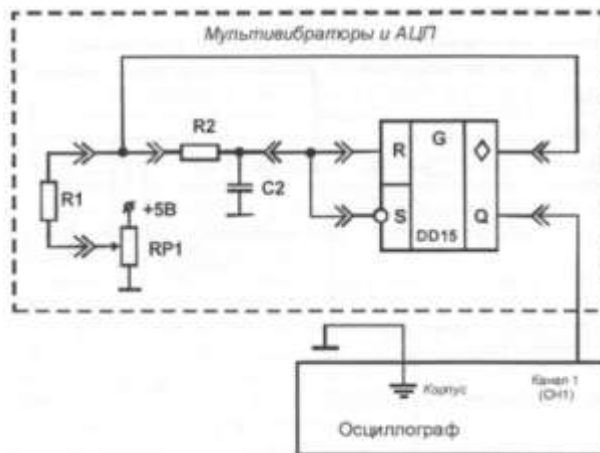

Рисунок 14 - Схема соединений для исследования одновибратора
**Задание:** экспериментально исследовать работу одновибратора. Для этого собрать схему (рис. 14), подключив вход установки  $S$  к генератору на частоту 200Гц. Объединить коллекторный выход и вход сброса  $R$ , затем подключить их к цепочке  $R2C2$ . С другой стороны подключить выход потенциометра  $RP1$ . Осциллограф перевести в режим синхронизации по первому каналу «СН1». Затем вход осциллографа СН1 (канал 1) подключить к входу генератора 200Гц, а вход осциллографа СН2 - к выходу  $Q$  таймера. Объединить корпус осциллографа и общую точку модуля. Включить тумблер «Сеть». Установить на потенциометре максимальное значение, повернув его до упора вправо. Зарисовать на кальке входной и выходной сигналы друг под другом. Подключить последовательно резистору  $R2$  резистор  $R1$ . Сделать вывод.